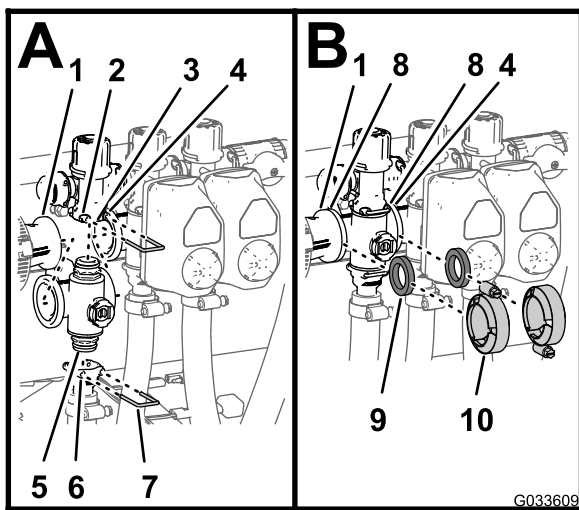

Bild 116
1. Setzen Sie das obere Endkappen-Anschlussstück des Verteilerventils in das Anschlussstück des Sicherheitsventils ein (A in Bild 116).
- Stecken Sie einen Halter in die Buchse des Anschlussstückes des Sicherheitsventils, um das Endkappen-Anschlussstück am Anschlussstück des Sicherheitsventils zu befestigen (A in Bild 116).
- Montieren Sie das Auslaufanschlussstück am unteren Endkappen-Anschlussstück des Verteilerventils (A in Bild 116).
- Stecken Sie einen Halter in den Sockel des Auslaufanschlussstückes, um das Endkappen-Anschlussstück am Auslaufanschlussstück zu befestigen (A in Bild 116).
- Fluchten Sie eine Dichtung zwischen den Flanschen der Reduzierkupplung und dem Abschnittventilverteilers aus (B in Bild 116).
- Montieren Sie die Reduzierkupplung, die Dichtung und den Abschnittventilverteiler mit einer Klemme und ziehen sie mit der Hand an (B von Bild 116).
- Fluchten Sie für den Einbau der zwei ganz links gelegenen Abschnittventile eine Dichtung zwischen den Flanschen der zwei danebenliegenden Abschnittventilverteiler aus (B in Bild 116).
- Montieren Sie die zwei danebenliegenden Abschnittventilverteiler und eine Dichtung mit einer Klemme und ziehen sie mit der Hand an (B von Bild 116).